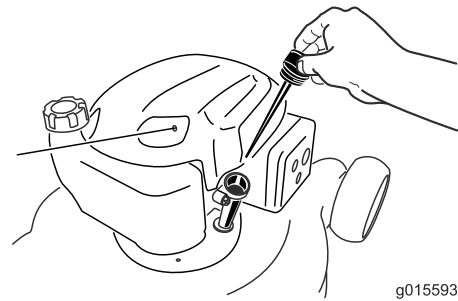

Figura 15
2. Retire la varilla, límpiela, y colóquela en el tubo de llenado justo hasta que haga tope, **sin enroscarla** (Figura 15).